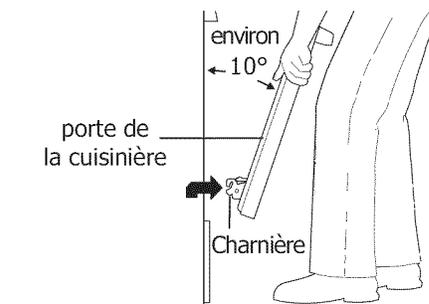

Figure 23 : Maintien de la porte pour le retrait
3. Tenez fermement les deux côtés de la porte. N'utilisez pas la poignée de la porte du four (Voir Figure 23).
1. Tenez fermement les deux côtés de la porte. N'utilisez pas la poignée de la porte du four (Voir Figure 23).